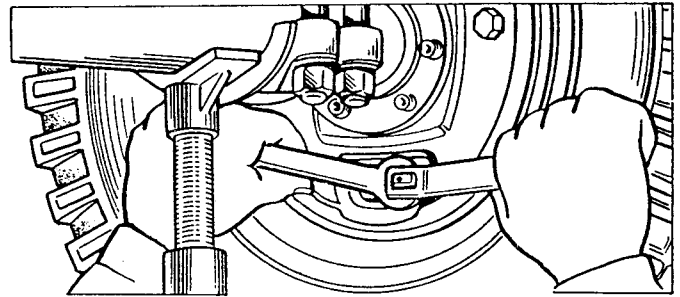

Bild 180. Einstellen der Hinterradbremmsbacken durch die Lagerbolzen
3. Bremspedal mit konstanter Kraft 12...15 kp niederdrücken, Lagerbolzen derart drehen, daß die Backenenden seitens der Bolzen an die Bremstrommel anliegen (Bild 180). Die Berührung der Bremsbacken mit der Bremstrommel wird